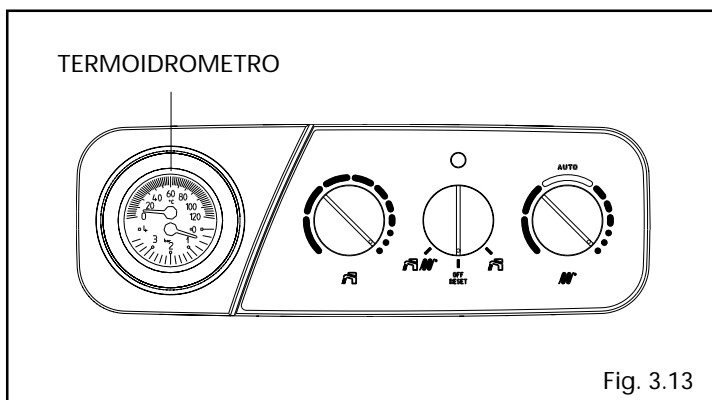

Fig. 3.13
- aprire di due o tre giri il tappo della valvola di sfogo aria automatica (C)
- accertarsi che il rubinetto entrata acqua fredda (B) sia aperto
- aprire il rubinetto di riempimento (D) fino a che la pressione indicata dal termoidrometro (fig. 3.13) sia compresa tra 1 e 1,5 bar.